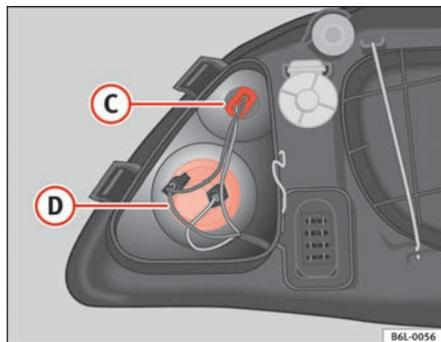

Fig. 157 Luz intermitente
- Gire hacia la izquierda el portalámparas y extráigalo de su alojamiento ⇒ fig. 157 **D**.